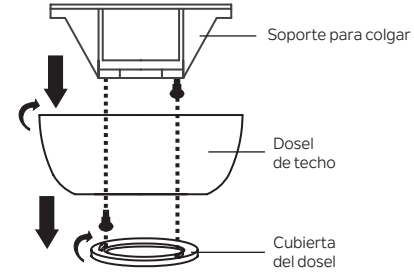

Figura 5
**Paso 1.** Retire la cubierta inferior decorativa del dosel girando la cubierta en sentido contrario a las agujas del reloj. (Figura 5)
**Paso 2.** Retire el soporte de montaje del techo del dosel retirando y guardando uno de los dos tornillos. Afloje el tornillo restante dándole una media vuelta. (Figura 5)